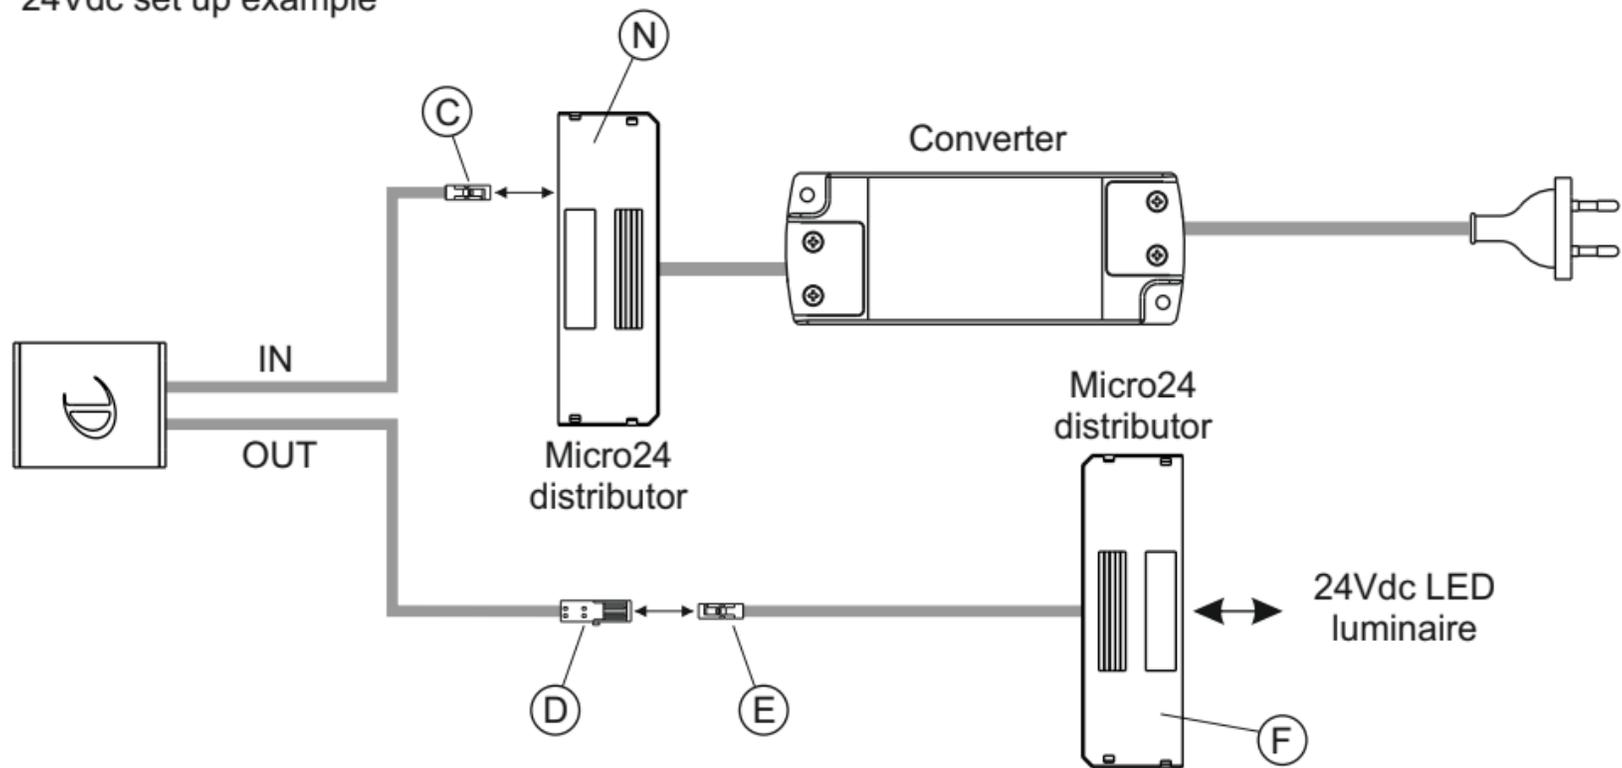

Fig 2
- Fix the bracket (A) in the required position using the screws supplied (B).
- For connection to a 24Vdc power supply (figure 2) insert connector (C) on the **DOTTI** input cable (IN) to one of the free slots on the distributor (N) on the Converter secondary cable; then connect connector (D) on the **DOTTI** output cable (OUT) to connector (E) on the Micro-24 distributor cable (F).
- Fixer l'étrier (A) dans la position souhaitée à l'aide des vis fournies dans l'emballage (B).
- Pour la connexion à une alimentation de 24 Vcc (figure 2), introduire le connecteur (C) du câble d'entrée (IN) de **DOTTI** dans l'une des encoches libres du distributeur (N) prévue sur le câble du secondaire du convertisseur ; connecter ensuite le connecteur (D) du câble de sortie (OUT) de **DOTTI** au connecteur (E) du câble du distributeur Micro-24 (F).